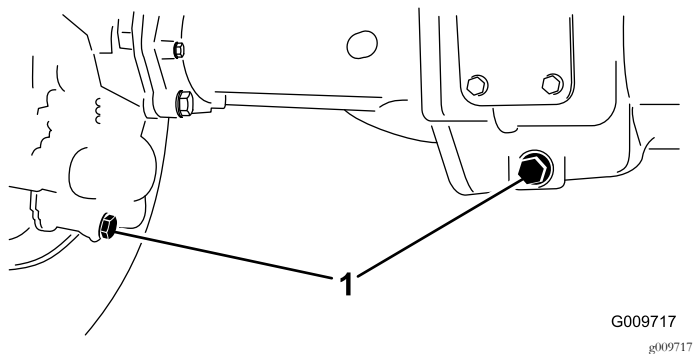

Bild 57
2. Reinigen Sie den Bereich um die drei Ablassschrauben, d. h. jeweils eine an jedem Ende und eine in der Mitte (Bild 57).